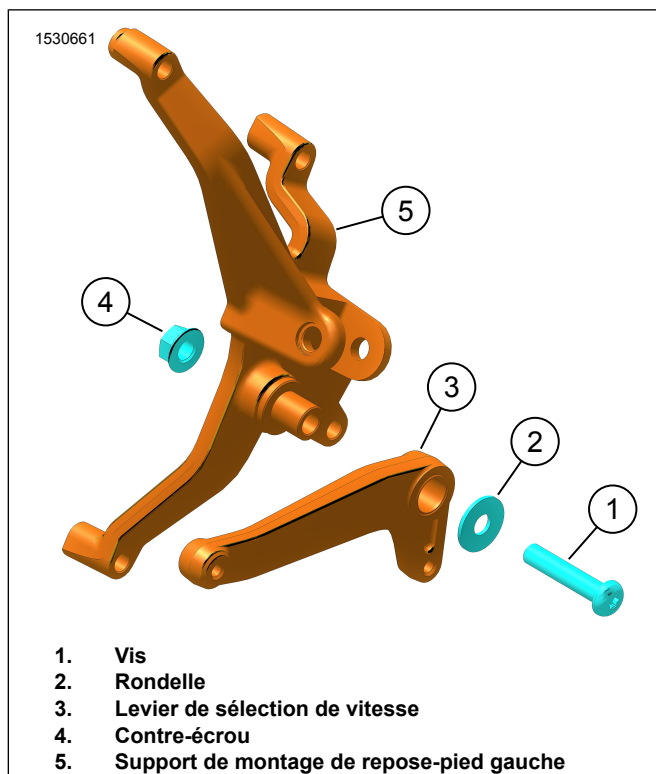

Figure 6. Ensemble pédale d'embrayage
1. Voir la figure 6. Installer la pédale de changement de vitesse (3) sur le support de repose-pied gauche (5).
2. Placer la rondelle (2) et la vis (1).
3. Installer les écrous de blocage (5). Serrer.